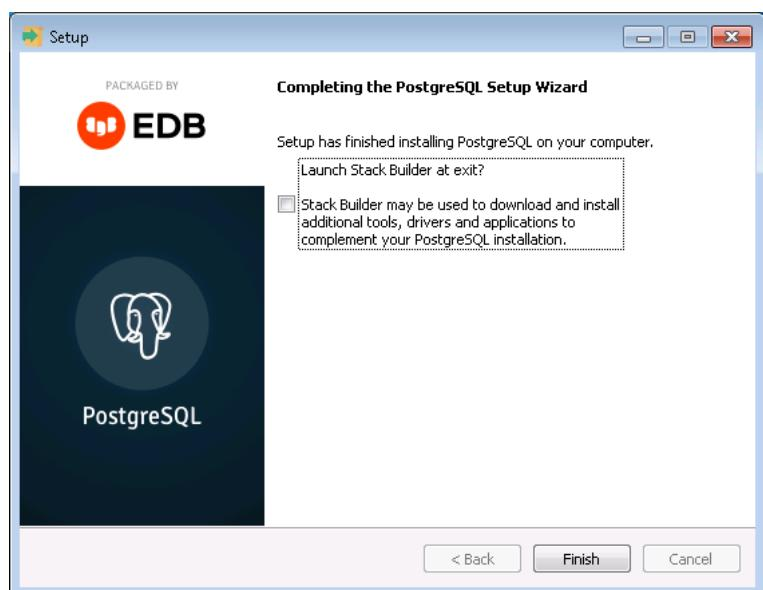

Рисунок 6.10 — Завершение установки СУБД PostgreSQL
9. В открывшемся окне уберите флагок *Launch StackBuilder at exit?* и нажмите кнопку *Finish* (см. рисунок 6.10). Установка завершена.